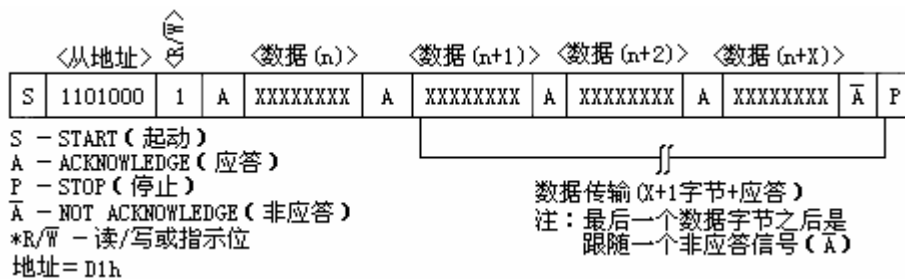

图 7 数据读—从器件发送模式
**2、从发送器模式（读 HYM1307 模式）：**对第一个字节的接收和处理，同从接收器模式一样。然而在这种模式中，指示位将指示传输地址是无效的。当 SCL 上有串行时钟输入时，串行数据通过 HYM1307 在 SDA 上传输，START（起动）条件和 STOP（停止）条件用于识别串行传输的始末端（见图 7）。在由主器件产生的 START（起动）条件后，HYM1307 接收到的第一个字节为器件地址，包含一个 7 位的 HYM1307 地址：1101000，跟随在指示位（R/~W）之后（此时为读操作，该位为 1）。在接收并译出地址信息后，HYM1307 将在 SDA 线上输入一个应答。然后，HYM1307 将开始传送以寄存器指针所指定的寄存器地址为起始的数据。如果在读模式初始化前没有写入寄存器指针，则读出的第一个地址是存储在寄存器指针中的最后一个。当要终止读操作时，HYM1307 必须接收一个“不应答”。